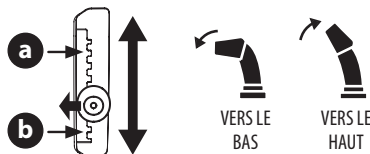

Figure 59
Déplacez le levier vers l'avant ou l'arrière pour faire pivoter la goulotte supérieure vers le bas ou vers le haut. Voir (Figure 59).
- **Pour réduire la distance d'éjection de la neige :** Déplacez le levier vers l'avant pour faire pivoter la goulotte supérieure vers le bas. Voir (Figure 59).
- **Pour augmenter la distance d'éjection de la neige :** Déplacez le levier vers l'arrière pour faire pivoter la goulotte supérieure vers le haut. Voir (Figure 59).
- **Pour réduire la distance d'éjection de la neige :** Désengagez le levier de la position de réglage actuelle. Déplacez le levier vers l'avant pour faire pivoter la goulotte supérieure vers le bas à la position de réglage désirée (a). Voir (Figure 59).
- **Pour augmenter la distance d'éjection de la neige :** Désengagez le levier de la position de réglage actuelle. Déplacez le levier vers l'arrière pour faire pivoter la goulotte supérieure vers le haut à la position de réglage désirée (b). Voir (Figure 59).